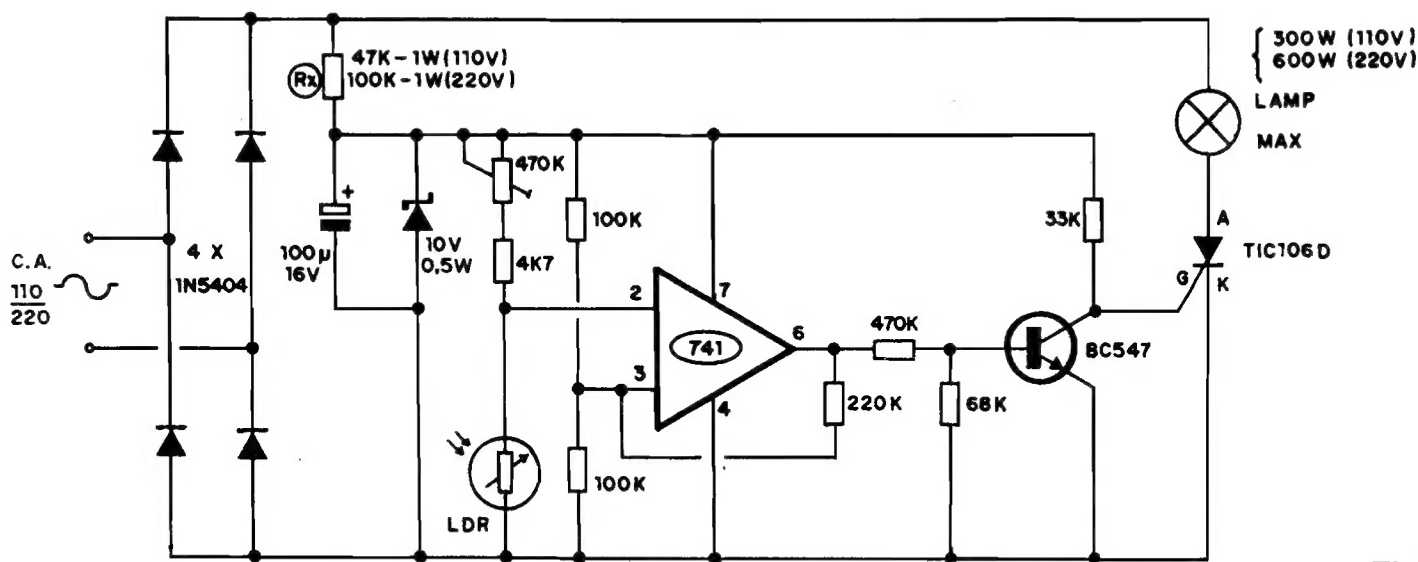
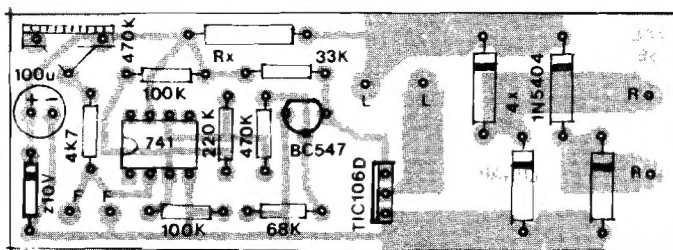

Fig. 1
Fig.3
- FIG. 1 - DIAGRAMA ESQUEMÁTICO DO CIRCUITO - Toda a sofisticação do circuito (se comparado a outros projetos com "intenções" semelhantes...) está no uso de um sensível comparador de Tensão, baseado num Integrado 741 cujas duas Entradas (a **inversora**, no pino 2, e a **não inversora**, no pino 3...) fazem o sensoramento de dois "nós" de uma ponte resistiva (um dos métodos mais precisos e sensíveis para se avaliar mesmo pequenas modificações das grandezas Resistência ou Tensão...), da qual um ramo é formado pelo conjunto equilibrado, determinado pelo "totem" de dois resistores de 100K, colocando
- FIG. 3 - "CHAPEADO" DA MONTAGEM - O lado não cobreado da placa mostra todos os principais componentes, relacionados e estilizados por valores, códigos, polaridades e outros detalhes importantes, a partir dos quais fica muito fácil ao Leitor acomodar corretamente as peças nos seus devidos lugares (e em posições corretas...). Os maiores cuidados devem ser dedicados à colocação dos componentes **polarizados**: o Integrado 741 com sua extremidade marcada voltada para o resistor de 4K7, o SCR TIC106D com sua lapela metálica virada para a posição ocupada pelo resistor de 68K, o transistor BC547 com seu lado "chato" virado para o resistor de 33K, o diodo **zenner** com sua extremidade de **catodo** (marcada pelo anel ou faixa) apontando para o eletrolítico de 100u, este com seu terminal **positivo** posicionado junto à borda próxima da placa, e, finalmente, os 4 diodos maiores (1N5404) com suas extremidades marcadas voltadas para a face "superior" na placa (na posição em que o Impresso é visto, na figura...). Verifiquem também a posição de **Rx**, cujo valor dependerá (ver "esquema" na FIG. 1 e a LISTA DE PEÇAS...) da tensão da rede local... (quanto aos resistores comuns, atenção para não "trocar as bolas" no que se refere aos valores, em função das posições ocupadas... Terminadas todas as inserções e soldagens, verificar cada posição, valor, código, polaridade, pontos de solda (pelo outro lado da placa...), e só então "amputar" os excessos das